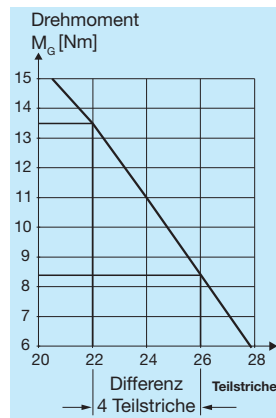
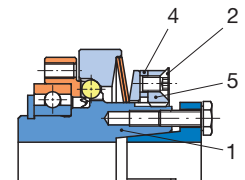

Bild 4
Bild 8
#### EAS®-NC Größe 02 (Bild 8 und Bild 4):
- Sicherungsschraube (2) lösen.
- Gewinde und Anlagefläche von Einstellmutter (5), Sicherungsring (4) und Nabe (1) fetten.
- Einstellmutter (5) von Hand bis zur Anlage der Tellerfeder (9) zu stellen.
- Weiterdrehen bis die 4 Kerben am Umfang der Einstellmutter (5) und die Kerben im Sicherungsring (4) übereinstimmen.
- Die Einstellmutter (5) mit einem Stirnlochschlüssel um die Anzahl der Teilstriche weiterdrehen, die dem gewünschten Drehmoment entspricht (Bild 4, Anzahl der Teilstriche auf dem Einstelldiagramm). Die 4 Kerben am Umfang der Einstellmutter (5) und am Sicherungsring (4) müssen in gleicher Position stehen.
- Sicherungsschraube (2) mit Loctite 243 Kleber bestreichen und in die Einstellmutter (5) eindrehen.